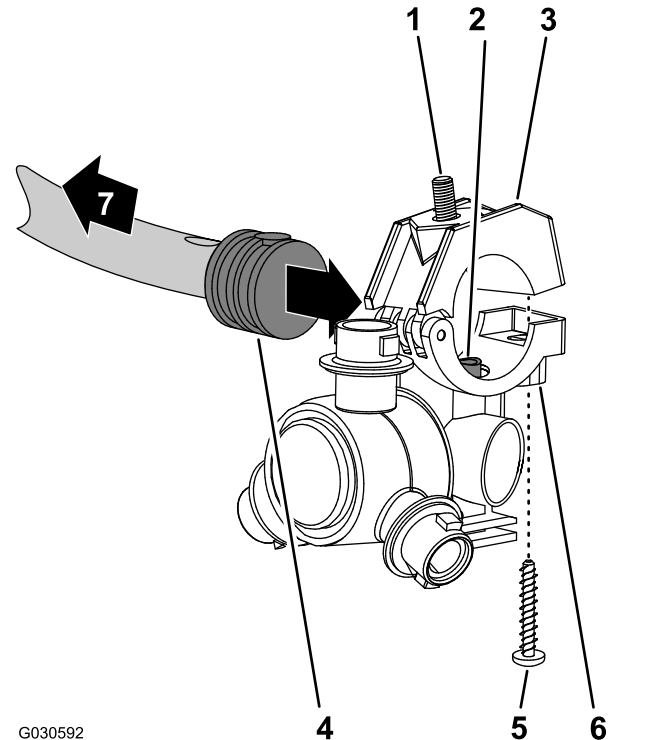
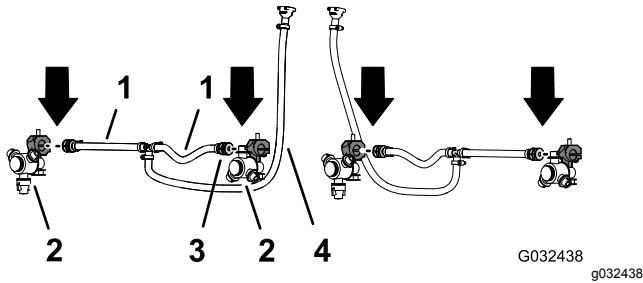

Bild 57
Bild 58
2. Arbeiten Sie mit den zwei Sprühdüsen vom Finishingkit für das GeoLink-Sprühsystem und entfernen Sie die Edelstahlschraube, mit der die obere Klemmenhälfte am Sattel befestigt ist (Bild 57).
Schlauchs 25 cm vom Schlauch (Sprühventil 5 oder 6) für den mittleren Sprühabschnitt (Bild 57 und Bild 58).
- Fluchten Sie den Transferschlauch im Sattel einer Sprühdüse (Bild 57) mit dem Loch in der Seite des gezahnten Einzelschlauchschafts (1/2") aus.
- Schließen Sie die obere Klemmenhälfte um den gezahnten Schlauchschaft und befestigen die Klemmenhälfte und das Sprühdüsengehäuse (Bild 57) mit der Edelstahlschraube (Nr. 12 x 1 1/4"). Ziehen Sie die Edelstahlschraube bis auf 14-18 Nm an.
- Arbeiten Sie mit der Sprühdüse, der Sechskantschraube und Edelstahlschraube, die Sie in den Schritten 1 und 2 in Entfernen der Sprühdüsen (Seite 26) entfernt haben, und wiederholen Sie die Schritte 3 bis 5 am gezahnten Einzelschlauchschaft (Bild 57 und Bild 58) am Ende des anderen Schlauchs 25 cm.
- Arbeiten Sie mit den zwei Sprühdüsen, die Sie in Schritt 4 in Entfernen der Sprühdüsen (Seite 26) entfernt haben, und wiederholen Sie die Schritte 3 bis 5 am gezahnten Einzelschlauchschaft des anderen Schlauchs (Sprühventil 5 oder 6) für den mittleren Sprühabschnitt (Bild 57 und Bild 58).